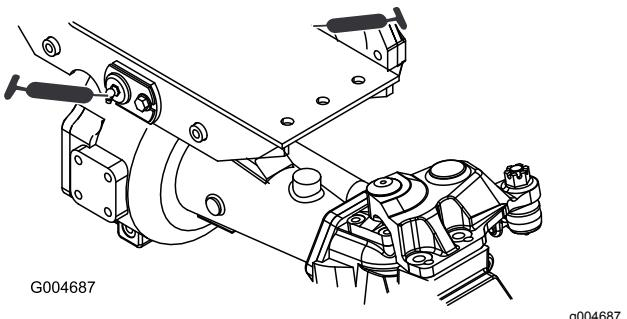

Рисунок 43
- Втулки шарниров переднего и заднего моста (2 шт.) (Рисунок 43)